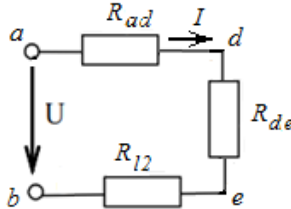

Рисунок 2.6 – Еквівалентне послідовне з'єднання опорів
– і, нарешті, послідовне з'єднання R_{ad} , R_{de} і R_{I2} (Рис.2.6) підлягає останньому перетворенню: знаходимо еквівалентний опір всього кола
Напруга між точками d і e (по рис. 2.6): $U_{de} = I \cdot R_{de}$.